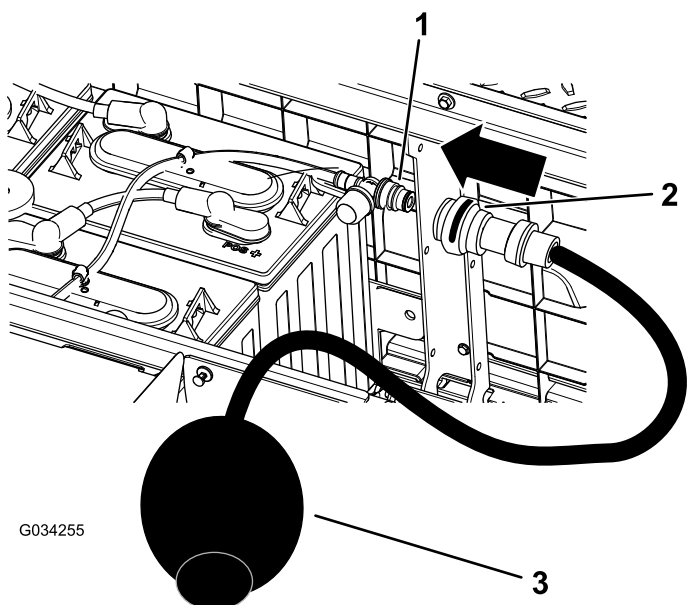

Figure 39
4. Branchez la pompe à eau manuelle Toro à l'orifice de remplissage d'eau (Figure 39).